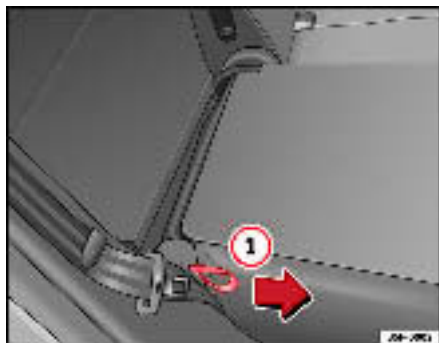

Fig. 98 Rabattre ou relever le dossier des sièges arrière
- Tirez sur la dragonne sur le côté de la banquette ⇒ fig. 98 ①